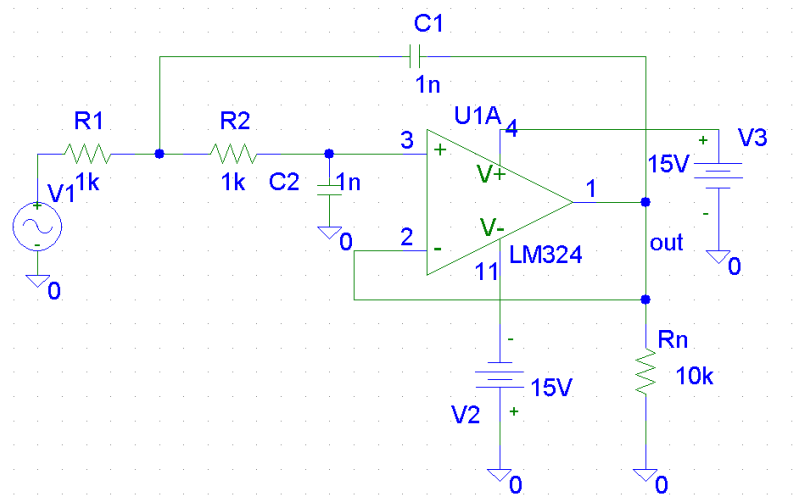

Рис. 3.1. Схема ФНЧ 2-го порядку
1. Визначити параметри і зібрати схему фільтра низької частоти (ФНЧ) із заданою частотою зрізу (рис. 3.1).
Послідовно з V1 (рис. 3.1), частота сигналу якого входить до смуги пропускання, підключити генератор синусоїдальної напруги VSIN з частотою, що не входить до смуги пропускання, наприклад, 1000 KHz.